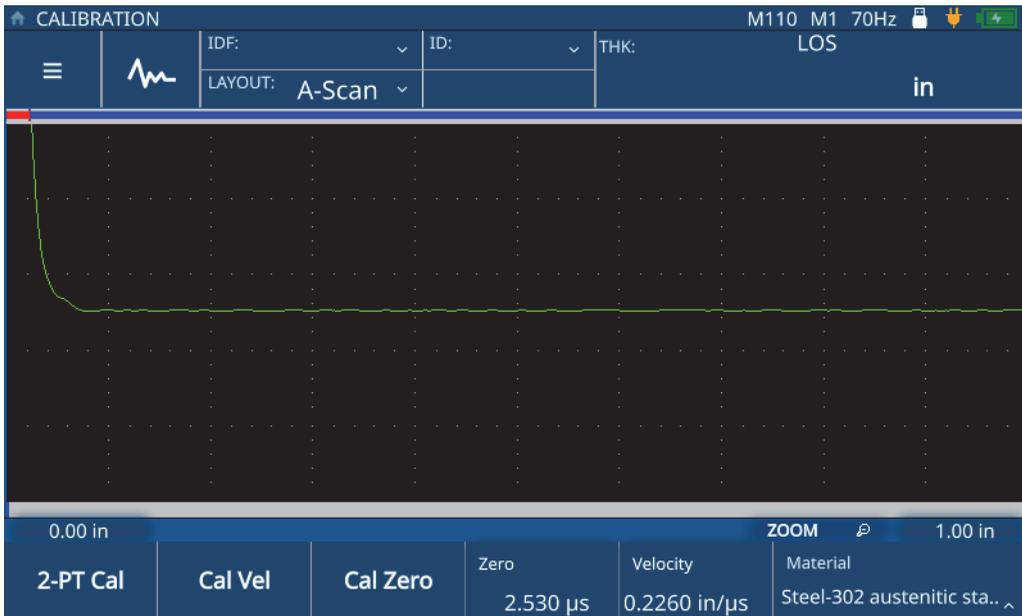

Figure 5-1 Menu Calibration (Étalonnage)
2. Appuyez sur la touche **CAL** pour ouvrir le menu **Calibration** (Étalonnage) [Figure 5-1 à la page 48].